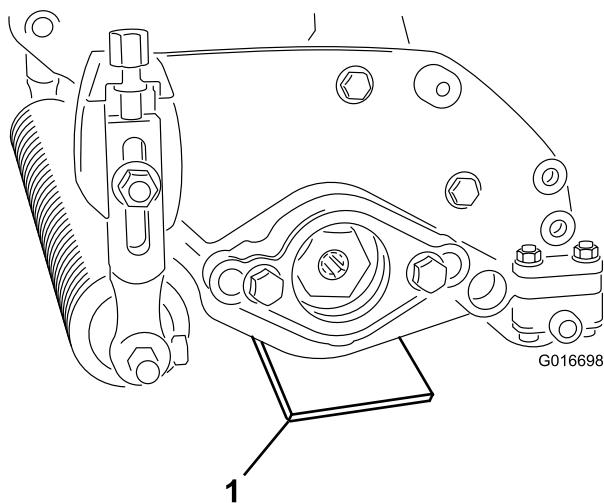

Figure 8
2. Placez un gabarit, qui a la hauteur de lame voulue au-dessus du sol, sous chaque extrémité du défeutreur (Figure 8).